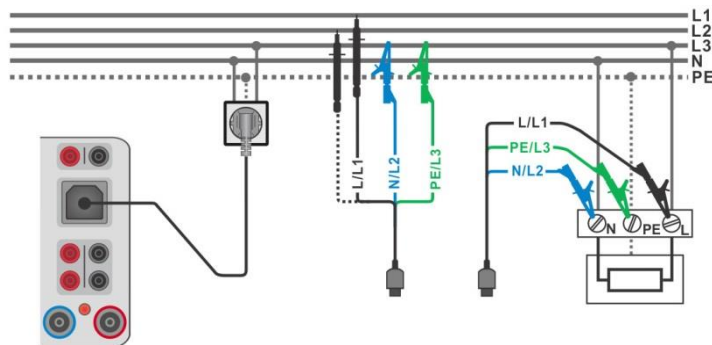

Abbildung 6.75: Phase-Neutralleiter- oder Phase-Phase Messung der Leitungsimpedanz - Anschluss des Commander-Prüfsteckers und den 3-Leiter Prüfadapter
- › Verbinden Sie das 3-drahtige Prüfkabel oder das Steckerprüfkabel mit dem zu prüfenden Objekt, siehe **Abbildung 6.75**.